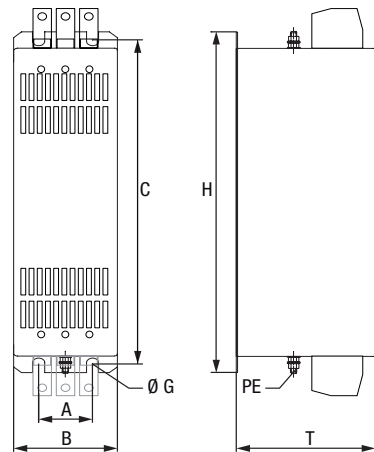

Bild 3.20 Maßzeichnung Netzfilter für BG5 und BG6A (Abb. weicht vom Original ab)
1. Ordnen Sie die Komponenten so an, dass eine ausreichende Luftzirkulation und Wärmeabführung gewährleistet wird. Berücksichtigen Sie den Biegeradius der Anschlussleitungen. Maßbilder/Lochabstände siehe Bild 3.20 und Tabelle 3.5.